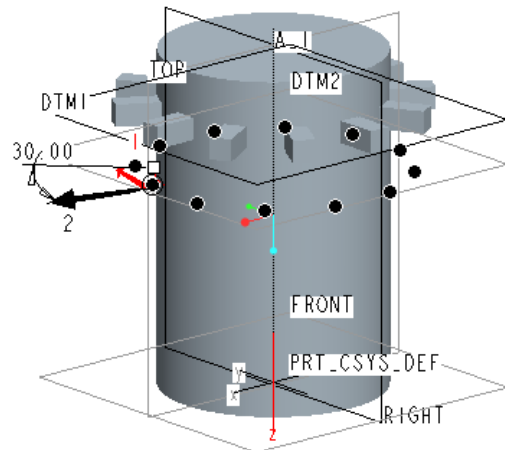

図 13-25 突起のパターン化
- ・すなわち「寸法」を「軸」, 「1 アイテム」を「Z 軸」, 「12」個分, 角度を「30」度おきと入力する。すると以下の図 13-25 のように表示される。